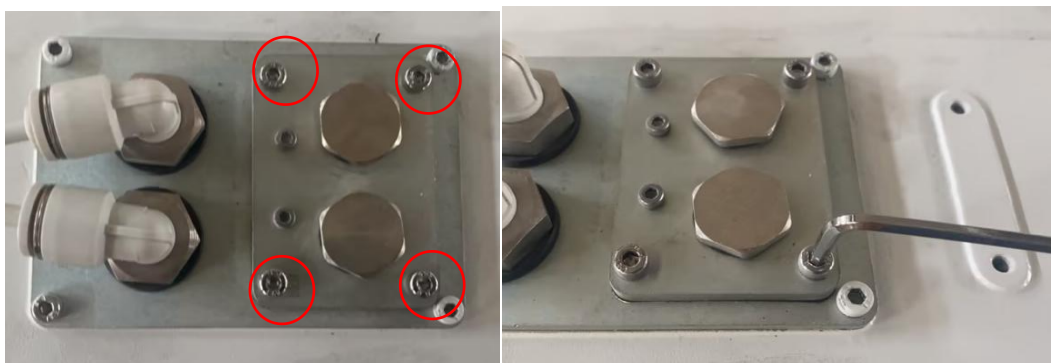

图 3-16 I/O 顶盖螺钉拆卸示意图
1) 拆除图 3-16 示螺钉（4-M4x8），使用工具：内六角扳手。